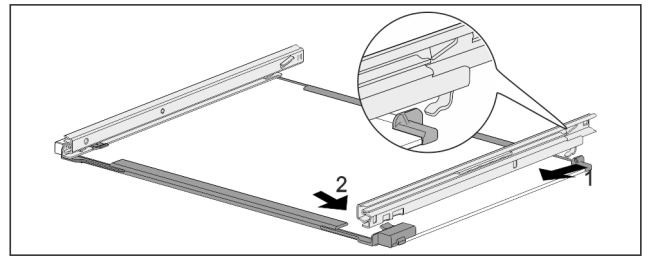

Fig. 173 Tablette en verre avec rails
- ▶ Accrocher le rail à l'arrière. Fig. 173 (1)
- ▶ Accrocher le rail à l'avant. Fig. 173 (2)